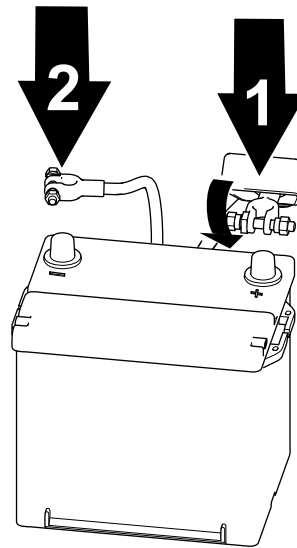

Figura 63
1. Ligue o cabo positivo à bateria e aperte a porca do grampo da bateria (Figura 63).
2. Ligue o cabo negativo à bateria e aperte a porca do grampo da bateria (Figura 63).